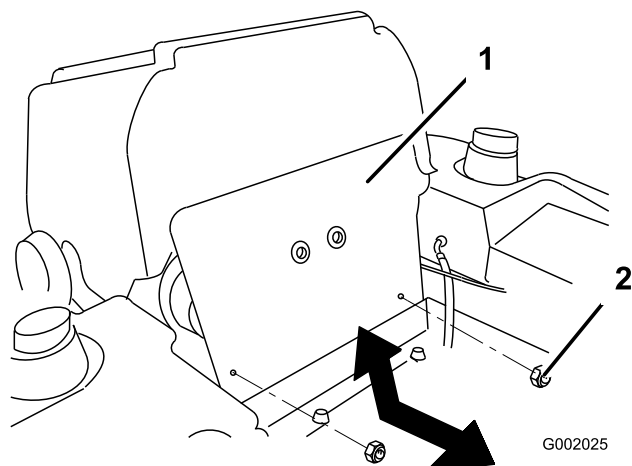

Figura 39
3. Inclinate il sedile in avanti e togliete il pannello anteriore del motore (Figura 39).